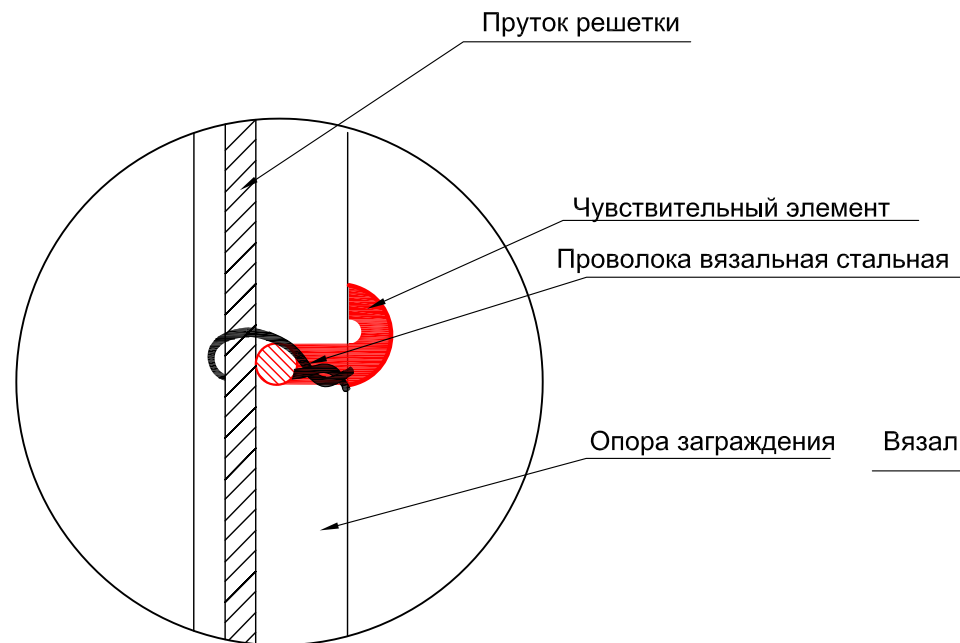

Рис. 5. Крепление чувствительного элемента к прутку решетки с помощью проволоки вязальной.
1. Крепление чувствительного элемента осуществлять вязальной стальной оцинкованной проволокой Ø1,6 мм, ГОСТ 3282-74 через каждые 0,25-0,3 м, вблизи опор - через 0,1-0,15 м. Скрутку проволоки следует выполнять до начала видимой деформации оболочки кабеля (см. лист 52, рис. 5).